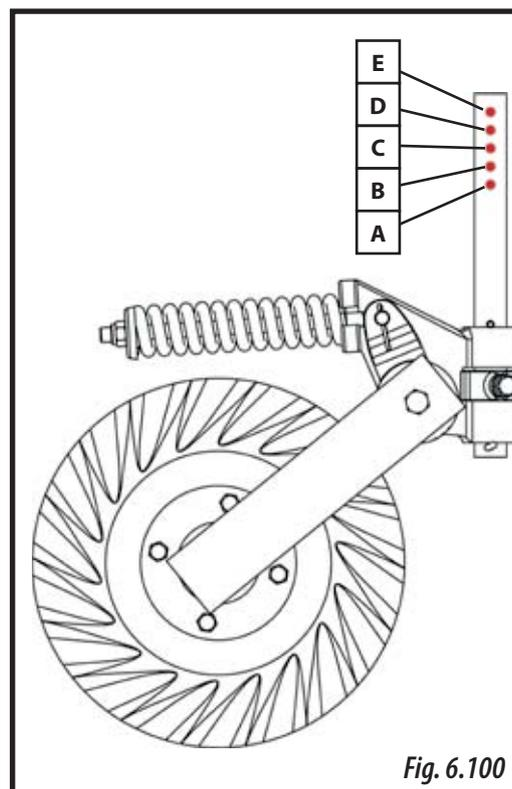

Fig. 6.100
- 4- Colocar el pasador (1, Fig. 6.101) en el agujero deseado (Fig. 6.100) para fijar la posición.